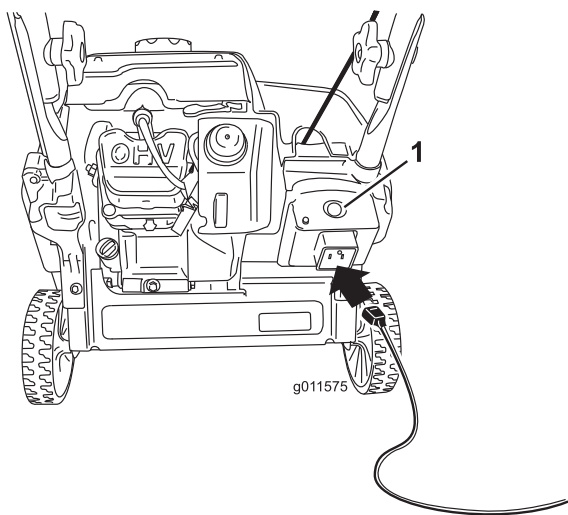
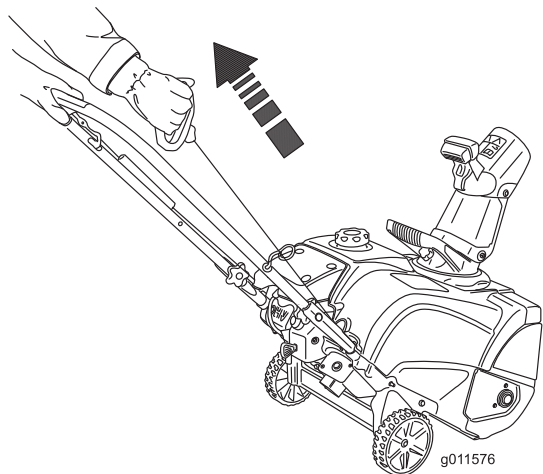

Figura 19
Figura 20
4. Collegate una prolunga a una fonte di alimentazione elettrica e alla macchina, quindi premete il pulsante di avviamento elettrico (soltanto modello 38283) (Figura 19) oppure tirate la maniglia dell'avviatore autoavvolgente (Figura 20).